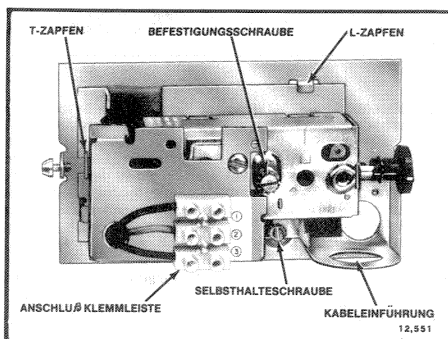
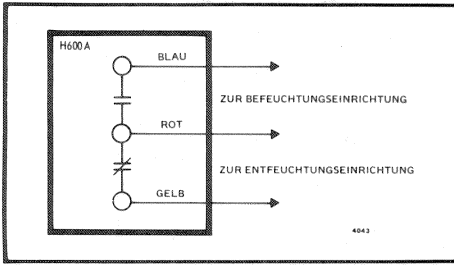

BILD 2-DECKEL ABGENOMMEN.
BILD 5 - H600A ANSCHLUßBILD BEFEUCHTEN - ROT UND BLAU.
4. Reglergehäuse unter die Zapfen der Montageplatte schieben und Selbsthalteschraube festziehen (siehe Bild 2).
5. Elektrischer Anschluß erfolgt nach Bild 5.
Leitung durch Öffnung in der Montageplatte oder Kabeinführung Stecken (siehe Bild 2). Wird die Kabeinführung nicht benutzt, Öffnung mit dem dafür vorgesehenen Gummistopfen verschließen. Es ist darauf zu achten, daß keine Fremdbeflussung oder Luftzug die Funktion des Feuchtereglers beeinträchtigt. Die elektrischen Anschlüsse sind nach Bild 5 vorzunehmen.